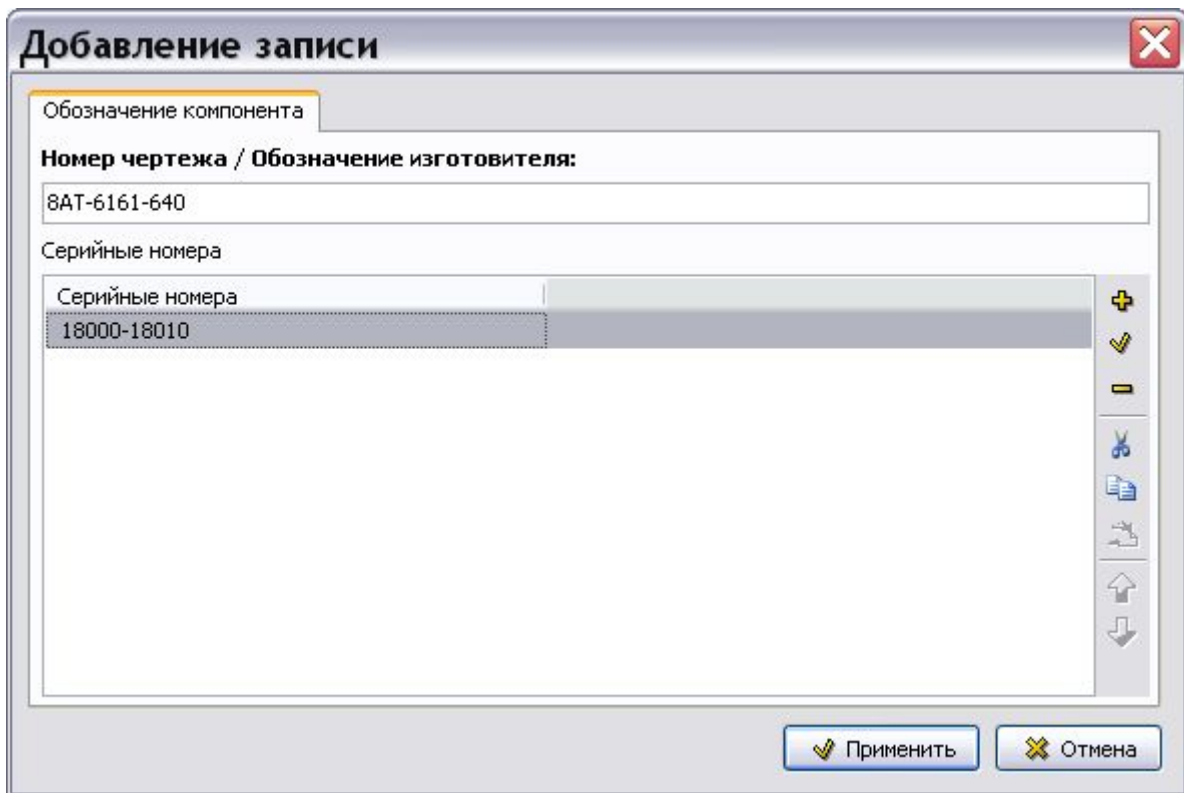

Рис. 7.14
4. Включив соответствующую радиокнопку, введите одиночное значение серийного номера (список номеров через запятую) или диапазон номеров. После ввода значений нажмите на кнопку . После этого произойдет возврат в окно **Добавление записи** для обозначения компонента (Рис. 7.14).